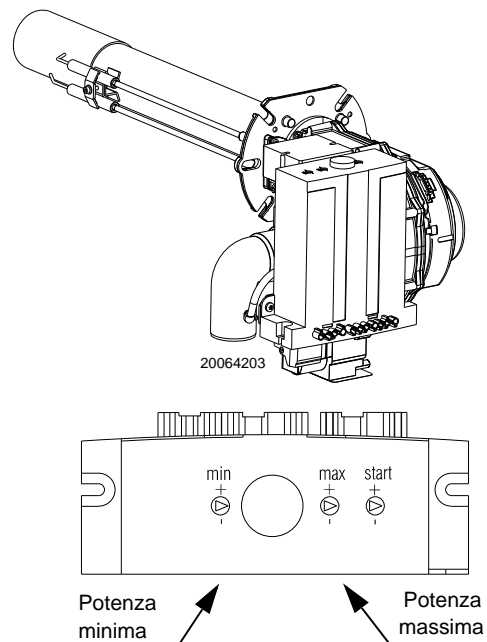

Fig. 12
- Verificare le impostazioni dei trimmers posti sull'apparecchiatura (Fig. 12).
La rampa gas proporzionale, in funzione della pressione rilevata nel circuito di ventilazione, eroga la corretta quantità di combustibile. Quindi, attraverso la variazione della velocità di rotazione del motore avviene la regolazione della potenza erogata. La velocità del motore si può regolare agendo su tre "Trimmers" (Fig. 12).
Per aumentare o diminuire il suo valore agire sul trimmer MAX posto sull'apparecchiatura (Fig. 12).
La **potenza minima** dovrà corrispondere a quella richiesta dalla caldaia utilizzata. Per aumentare o diminuire il suo valore agire sul trimmer MIN posto sull'apparecchiatura (Fig. 12).
Per aumentare o diminuire il suo valore agire sul trimmer START posto sull'apparecchiatura (Fig. 12).